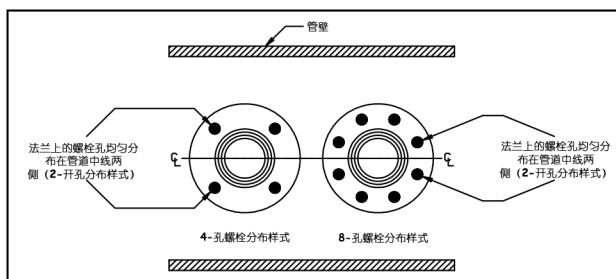

图 4：法兰方向
- 注意图 4 所示的法兰方向。法兰上的螺栓孔应均匀分布在管道中线两侧（2-开孔样式）。对于 V510 型，将对面一端的反向支撑座套在探头顶端上，然后使用点焊将其固定到位。